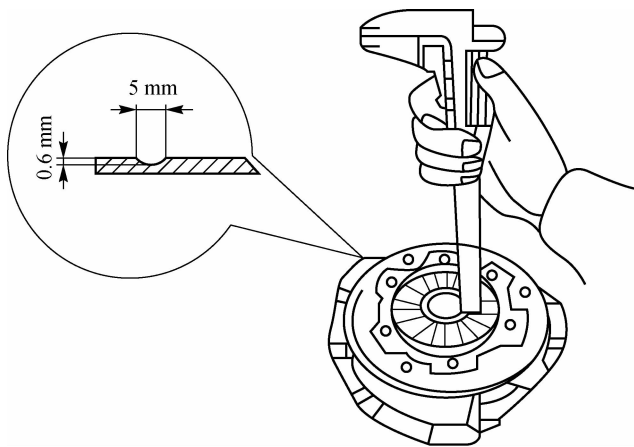

图 6-38 膜片弹簧磨损度的检查
(1)膜片弹簧磨损度检修。如图 6-38 所示,用游标卡尺测量膜片弹簧与分离轴承接触部位磨损的深度和宽度。深度应小于 0.6 mm,宽度应小于 5 mm,否则应更换。